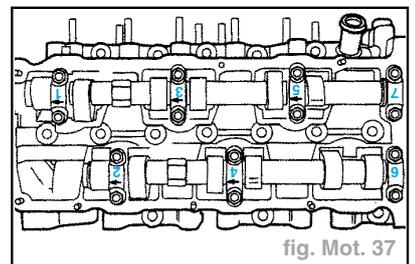

fig. Mot. 37
- Arbre à cames de la rangée des cylindres **1, 3 et 5** (fig. Mot. 37) :